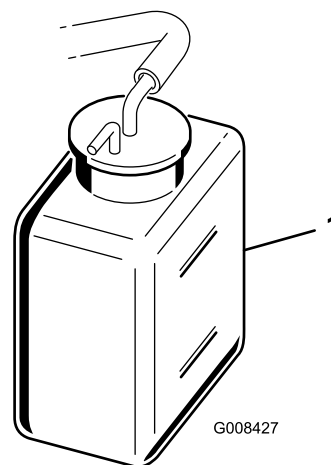

Figura 46
2. Verifique o nível do líquido de arrefecimento (Figura 46).